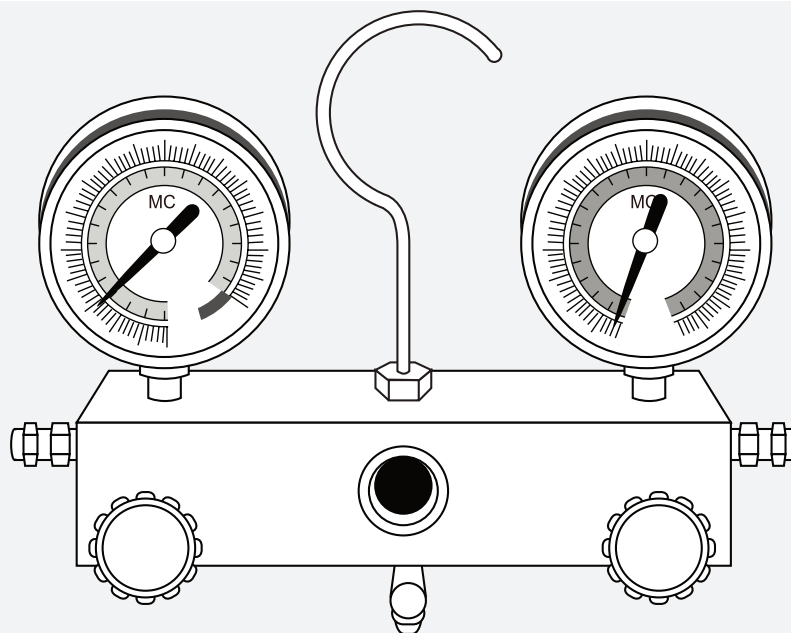

**Fig. 5.10**
4. Servirsi di una chiave per tenere fermo il corpo della valvola. Non applicare la chiave sul dado che chiude la valvola di servizio. (Vedere la **Fig. 5.10**)